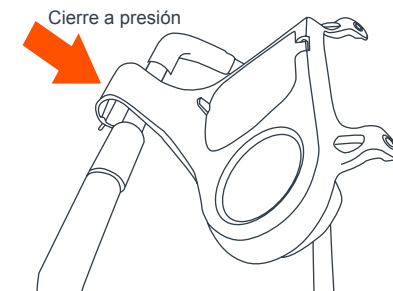

Fig. 7a
- Cierre a presión la parte superior de la bandeja por encima del manubrio (Fig. 7a).